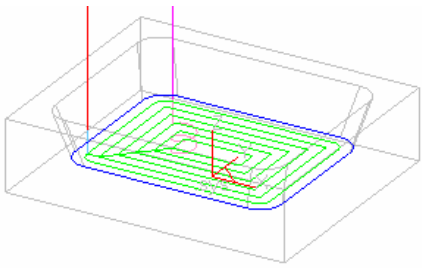

图 8-69 生成刀具轨迹
9) 单击鼠标右键确认后系统开始计算，稍后生成轨迹，如图 8-69 所示。